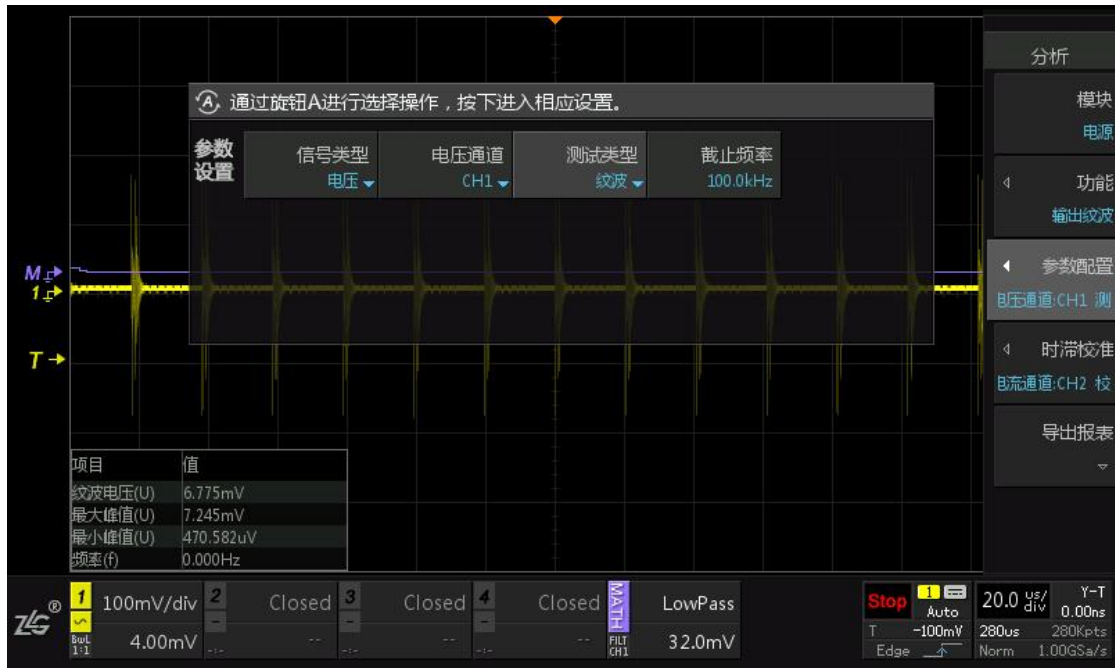

图 7.13 输出纹波参数配置
(3)、点击【Analyze】进入电源分析界面，功能选择【输出纹波】，点击【参数配置】进入参数配置界面，如下图 7.13 所示。